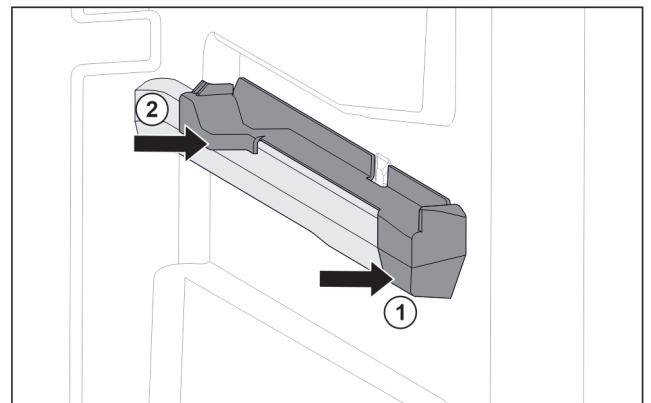

Fig. 119 Aufsteckteil auf der rechten Behälterrippe
- ▶ Aufsteckteil vorne an Behälterrippe ansetzen. Fig. 119 (1)
- ▶ Aufsteckteil hinten andrücken. Fig. 119 (2)